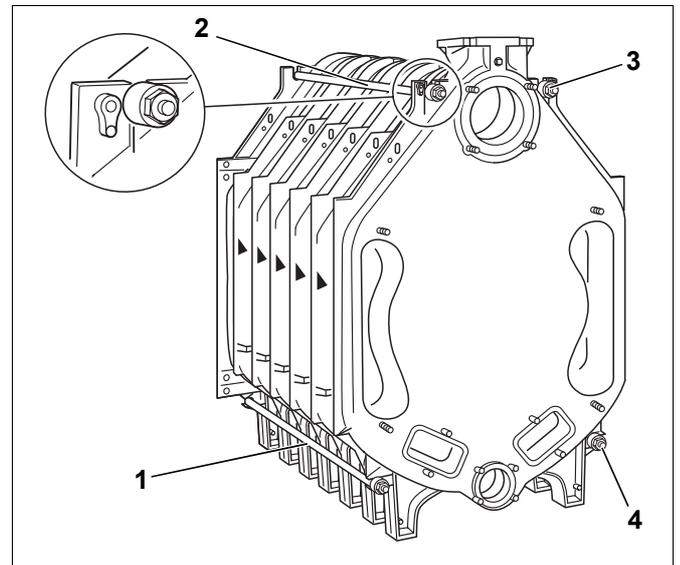

Bild 22 Ankerstangen montieren
- ▶ Ankerstangen mit den aufgesetzten Federpaketen links und rechts, oben und unten neben den Naben des Kessels in die Gussnocken einsetzen (Bild 22, Pos. 1 bis 4).